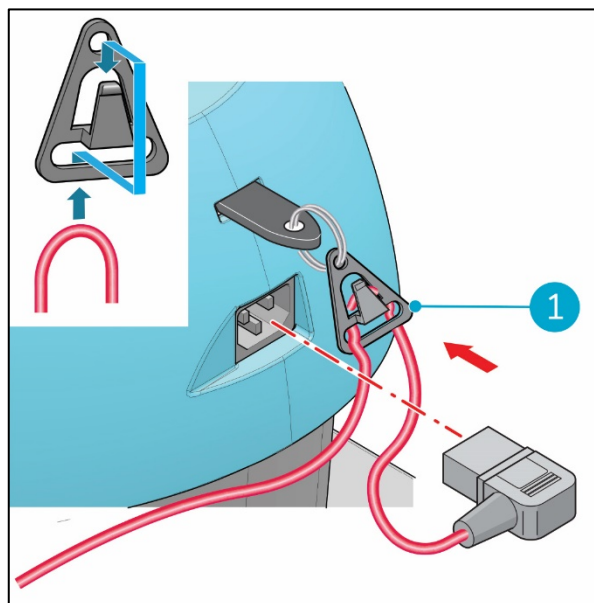

Figura 15
1. Asegúrate de que has pasado el cable de alimentación principal por el sistema de prevención de tirones (Figura 15, pos. 1).